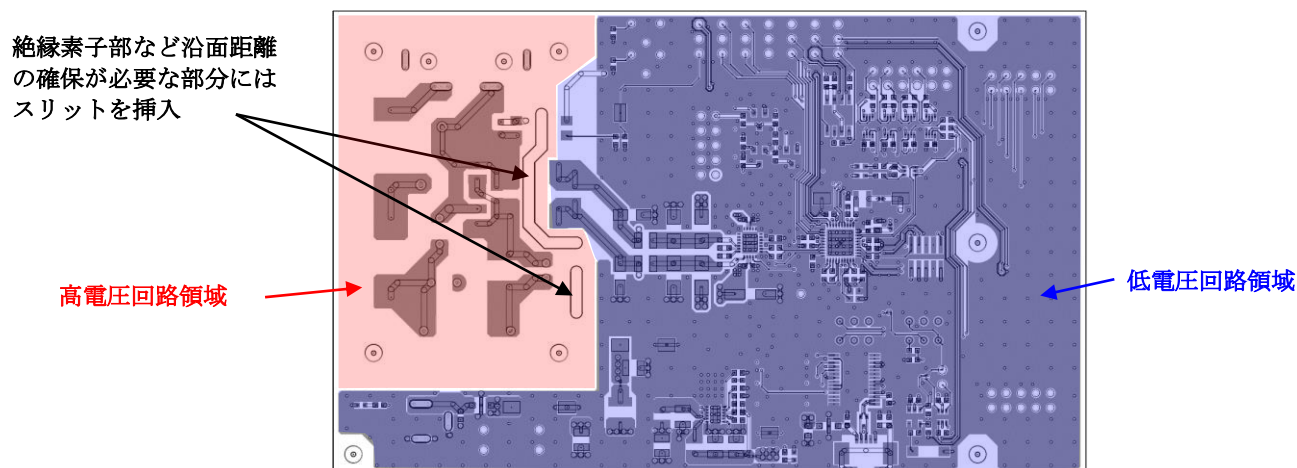

Figure 2-2 高電圧回路領域と低電圧回路領域の PCB パターン分離の例
- 高電圧回路領域と低電圧回路領域の PCB パターンの分離の為、絶縁素子部などの沿面距離の確保が必要な部分には、PCB 上にスリットを設けることを推奨します。（例を Figure 2-2, Figure 3-2 に示します）